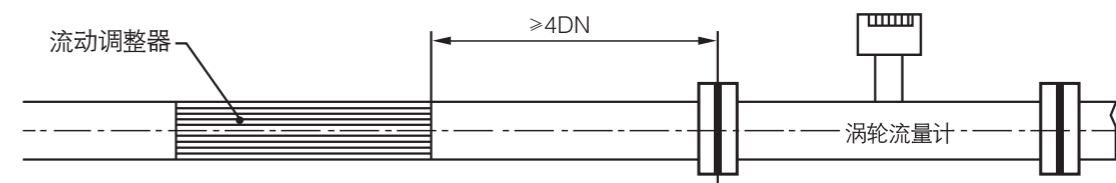

图5 超强扰动时管道整流器配置
5.2.5 流量计本身配置性能优良的内藏式整流器,对于如标准GB/T 18940《封闭管道中气体流量的测量 涡轮流量计》所述的低水平扰动情况,须保证前直管段≥2DN,后直管段≥1DN;对于标准所述的高水平扰动,须保证前直管段≥10DN,后直管段≥5DN;对于超强扰动源如产生强烈偏心出口喷射流的调压器等,建议在流量计上游安装整流器(整流器符合GB 2624要求),整流器出口到流量计入口连接端≥4DN,如图5所示。